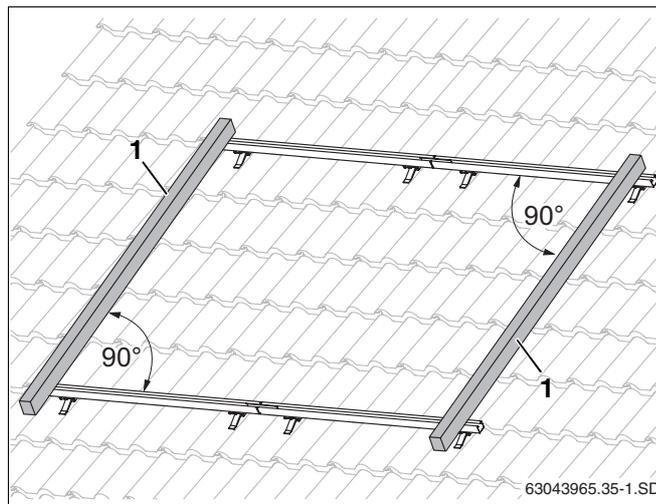

Рис. 33 Выравнивание профильных реек
- Выровнять верхние и нижние профильные рейки относительно друг друга по краям в горизонтальной плоскости (рис. 33, использовать уровень).
Измерьте диагонали или положите планку (рис. 33, **поз. 1**) на концы профильных реек. Угол между планкой и профильной рейкой должен составлять 90°. Выровняйте профильные рейки в продольных отверстиях.